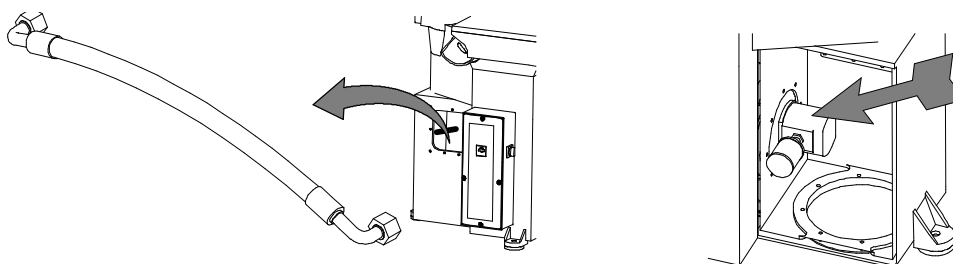

Fig. 27
a) Verificar que no haya pérdidas de aceite en presión del tubo de impulsión (cód. 02003636, tabla 5-6-7) y de las correspondientes uniones mecánicas mientras que la máquina intenta efectuar el corte (izquierda Fig. 27).
b) Verificar también que no haya pérdidas de aceite en presión de la bomba (para S/SE108: cód. 02001196 (50Hz) - cód. 02001162 (60Hz); para S/SE120C: cód. 02003899 (50Hz) - cód. 02003898 (60Hz); para S/SE120/122/124C/124/125C/125/125L: cód. 02003900 (50Hz) - cód. 02003899 (60Hz), tabla 5-6-7) (derecha Fig. 27).